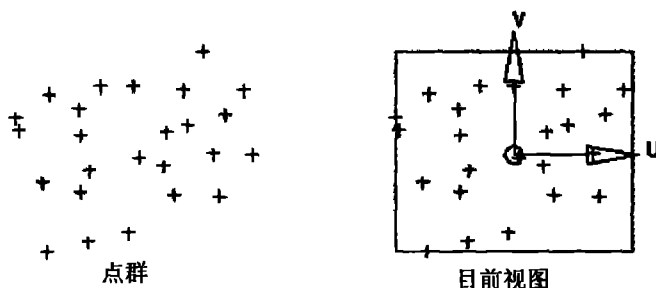

图 1.22 指定当前视图为 UV 平面的坐标系
- **Current View(当前视图):** 以当前的视角作为 U、V 平面的坐标, 该选项与工作坐标系统无关。其中 U 方向永远向右, 而 V 方向永远向上, 如图 1.22 所示。